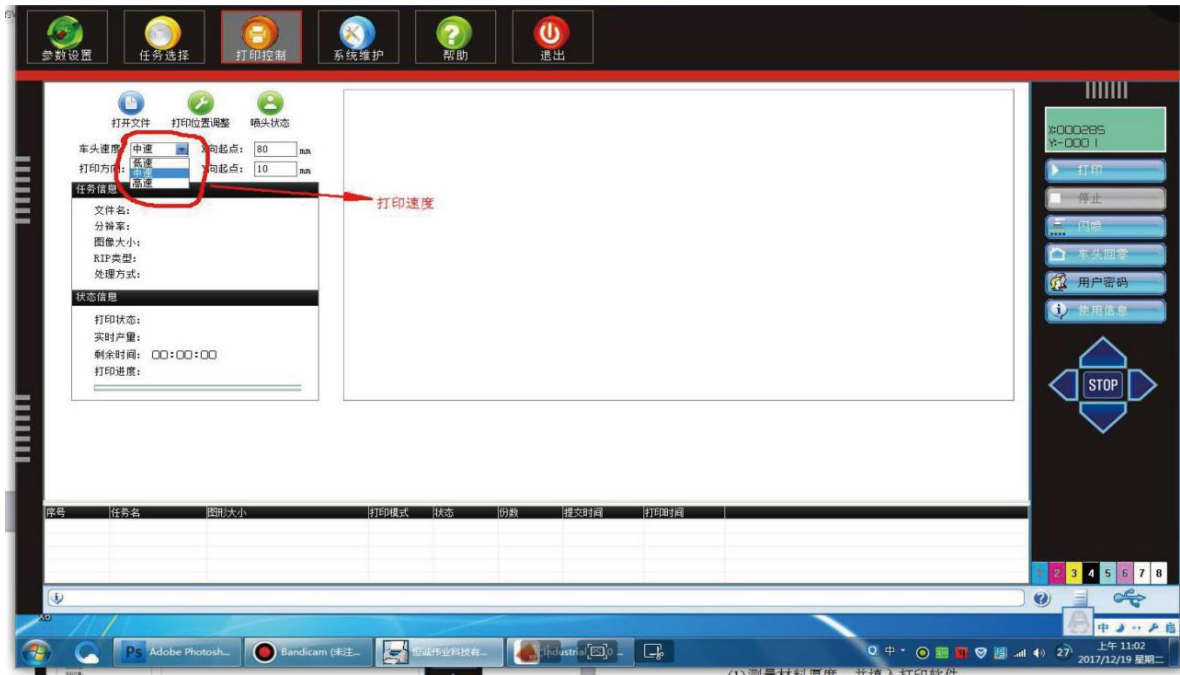
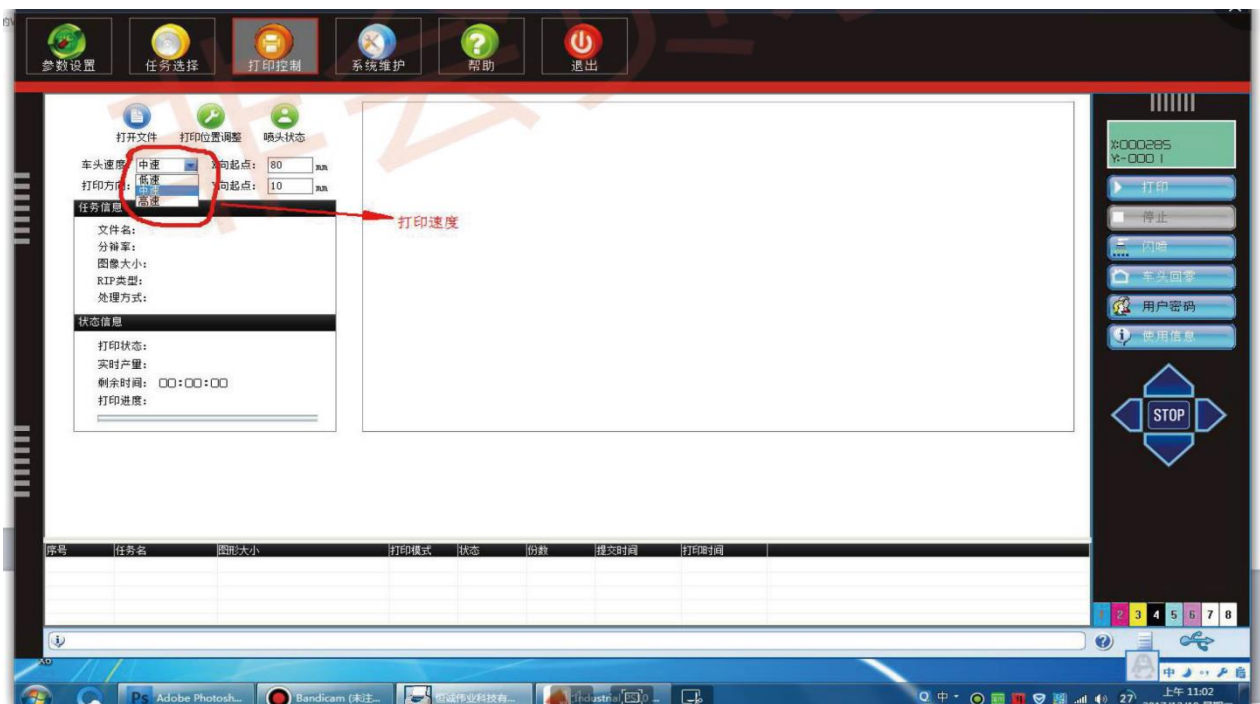
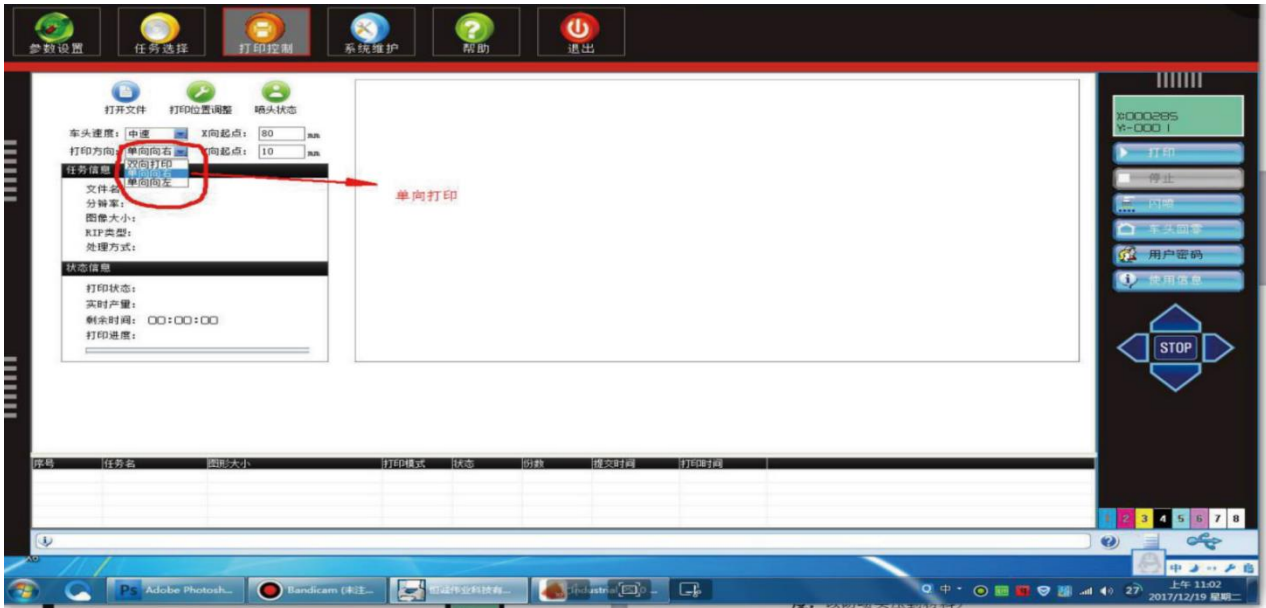

图 2 起始位置
图 3. 打印方向
图 4
3. 确定打印起始位置:在打印控制界面,XY 分别填入相应的数值确定打印起始位置,如图 2.车头速度为打印机打印速度,有三个速度供选择,如图 3.打印方向,有三个方向供选择,如图 4(单向图片更清晰,双向速度更快)。